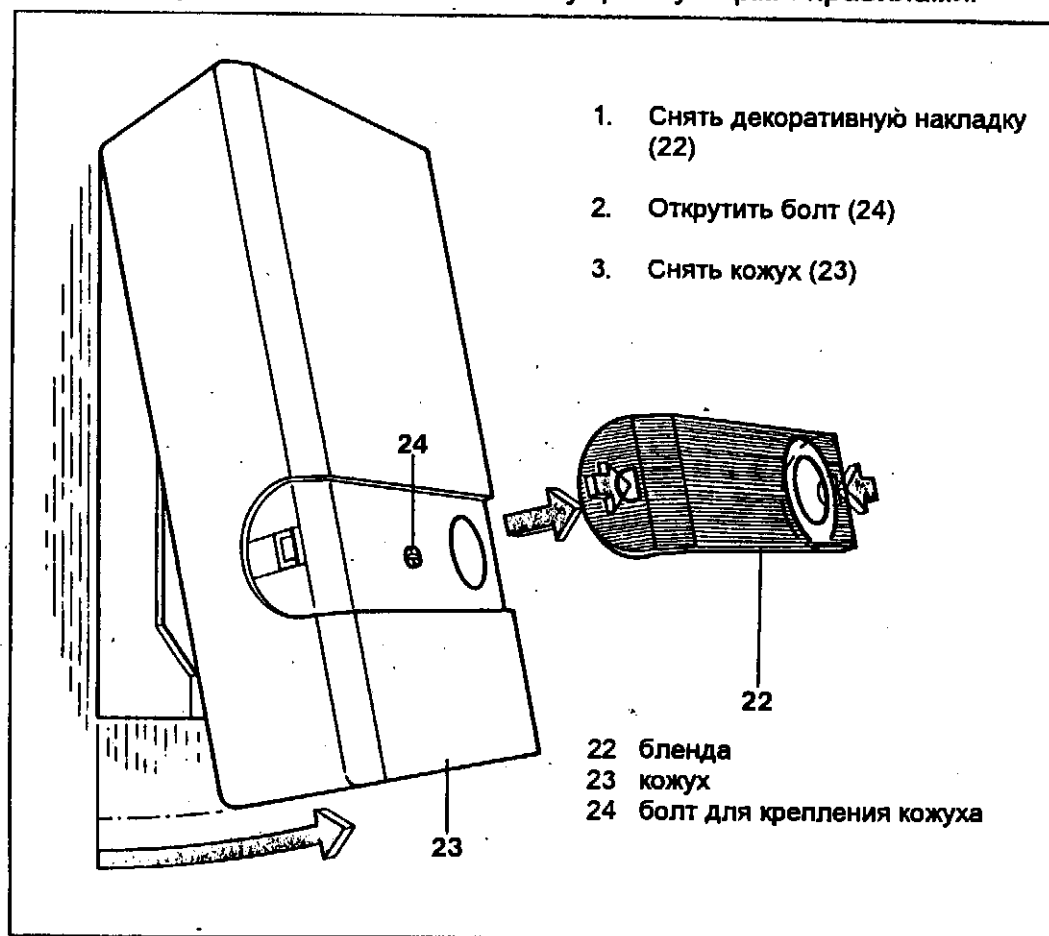

Рис. 5.2 Установка VED
подключения. Если ранее были смонтированы нагреватели более старой конструкции, то должна быть использована переходная арматура, артикул № 450. После того, как VED.../3 вынут из упаковки, нужно снять декоративную накладку, как показано на рис. 5.2: для этого следует нажать на оба боковых фиксатора и снять ее движением на себя. После отвинчивания болта (24), находящегося под накладкой, приподнять кожух вверх и снять его.
Кожух навешивают поверх задней стенки и фиксируют крепежным болтом (24, рис. 5.2, стр. 13). После этого следует вставить в углубление кожуха декоративную планку и зафиксировать ее..